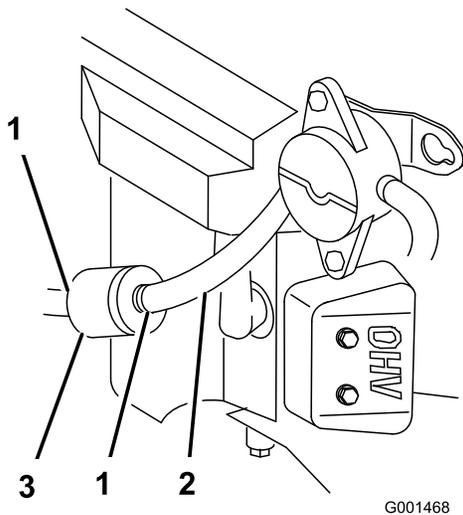

Bild 50
2. Reinigen Sie den Bereich um den Tankdeckel, damit keine Rückstände in den Kraftstofftank gelangen (Bild 50).
4. Drücken Sie die Enden der Schlauchklemmen zusammen und schieben Sie sie vom Filter weg (Bild 50).